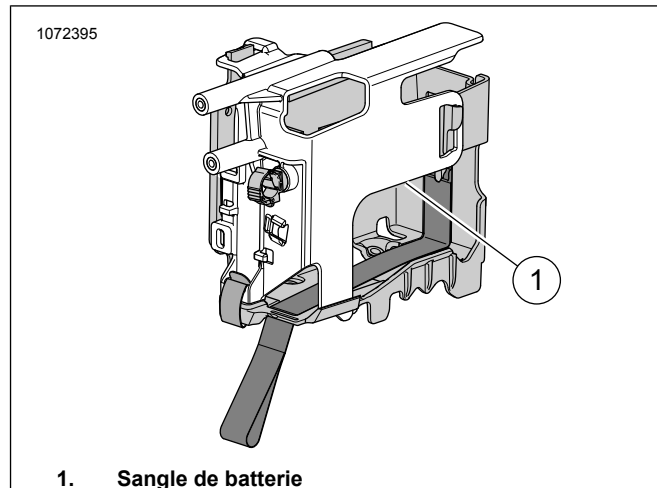

Figure 19. Emplacement de la sangle de la batterie
6. Consultez Figure 19 . Retirez la sangle de la batterie (1). Consultez le manuel d'entretien.
13. Consultez Figure 19 . Installez la sangle de la batterie.